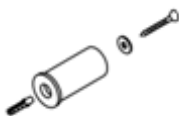

Fig. 2
4. Coloque en la pared los soportes de diámetro Mayor ($\varnothing 26$) (como se muestra en la figura) con los 4 tornillos para los tacos de 8 mm., y las 4 arandelas correspondientes (Fig. 2).